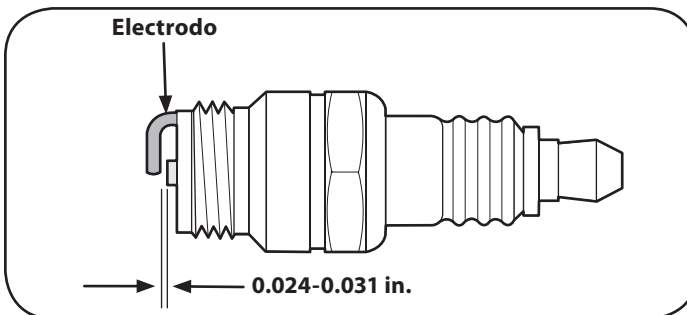

Figura 36
3. Mida la separación de bujía con un calibre. Corrija de ser necesario torciendo el electrodo lateral. Vea la Figura 36. La separación debe establecerse para que quede entre 0.024-0.031 pulg.